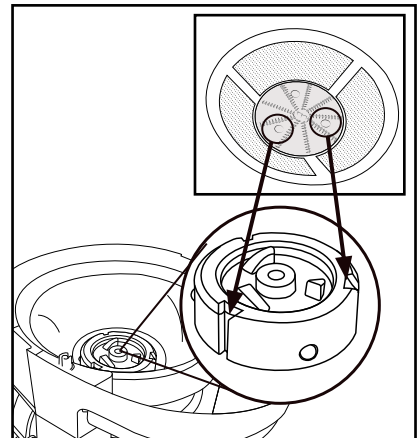

Fig. 2
- 3) Placez le filtre **4** sur l'arbre d'entraînement **13**. Vous devez orienter correctement le filtre **4** afin de l'insérer dans les logements correspondants situés sur l'arbre d'entraînement **13** (voir fig. 2). Pour l'alignement, aidez-vous des 3 repères ronds situés entre les couteaux et les rails de guidages/encoches sur l'arbre d'entraînement **13**. Au moment de l'insertion, ils doivent être face à face, sinon vous ne pourrez pas placer le filtre. Le filtre **4** doit s'enclencher de manière audible avant de poursuivre l'assemblage !